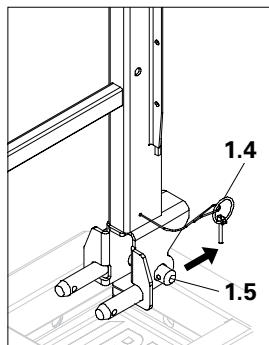

Fig. A3.05
3. Retirer la goupille rabattable (1.4) du boulon de sûreté (1.5). (Fig. A3.05)